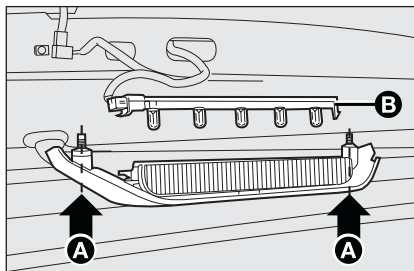

fig. 30
- svitare le due viti di fissaggio **A**-fig. 30;